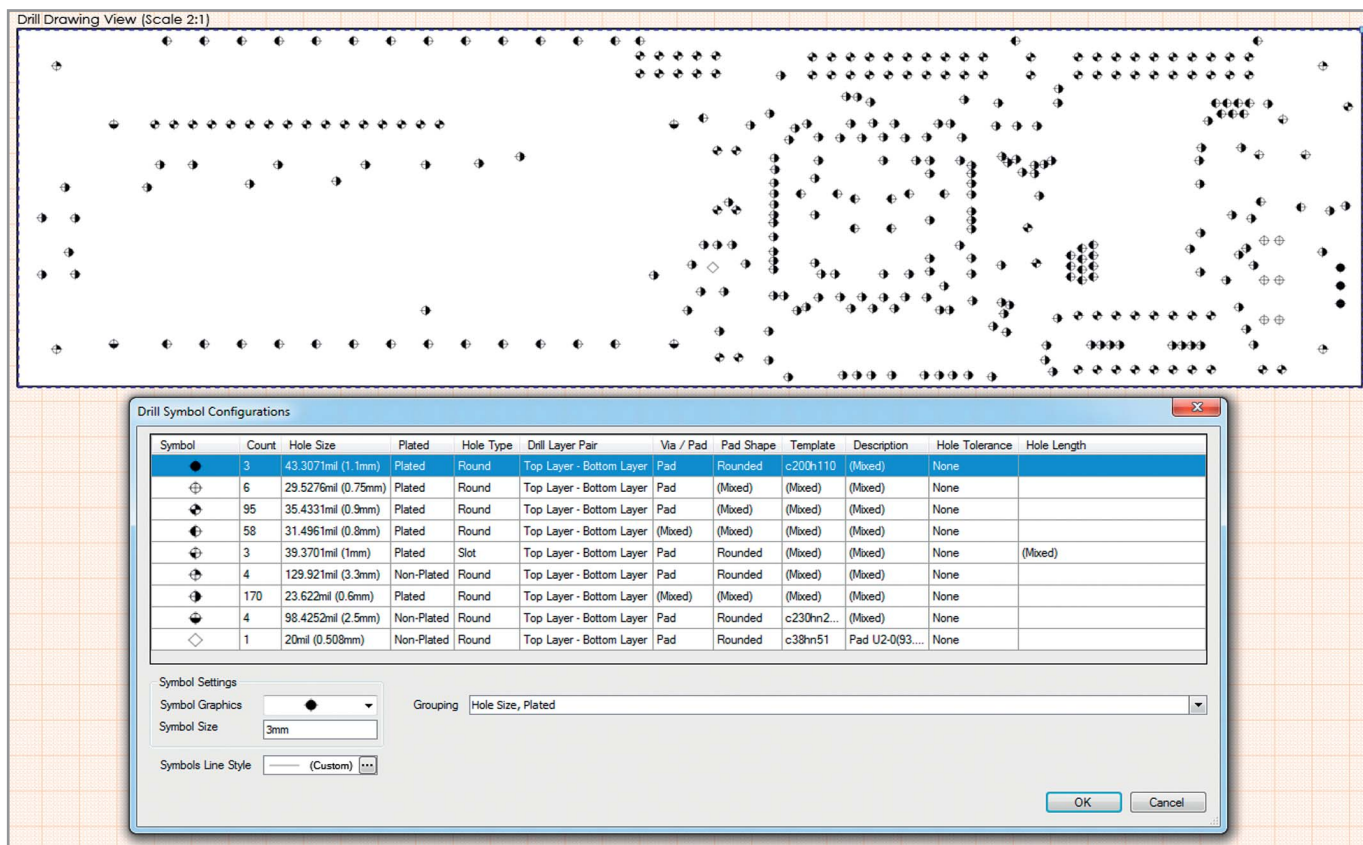

Рис. 5. Чертеж отверстий на плате
3. Чертёж отверстий на плате (Drill Drawing View) (см. рис. 5). Он имеет